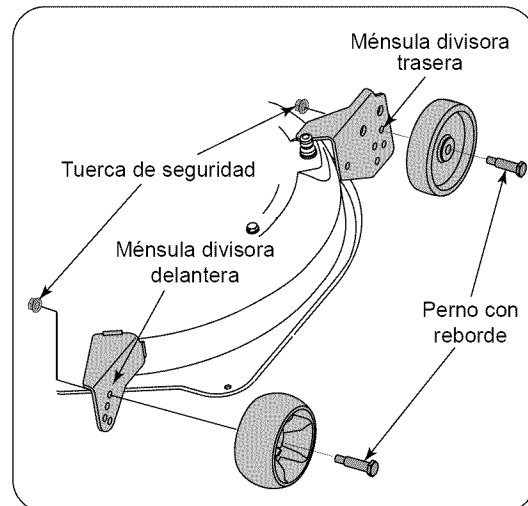

Figura 12
$\frac{1}{2}$ " por sobre el suelo. Sujete la rueda esférica a la ménsula divisora con el perno con reborde. Tome nota del orificio de posicionamiento utilizado y sujete la otra rueda esférica en la misma posición. Vea la Figura 12.
- Únicamente en las plataformas de 50", extraiga los pernos con borde que sujetan una rueda calibradora trasera a la ménsula divisora posterior. Reposicione la rueda para alinearla con uno de cuatro orificios de posicionamiento que colocan a la rueda  $\frac{1}{4}$ " a  $\frac{1}{2}$ " por sobre el suelo. Sujete la rueda con el perno con reborde. Ajuste la otra rueda calibradora trasera en la misma posición de la otra ménsula divisora trasera. Vea la Figura 12.